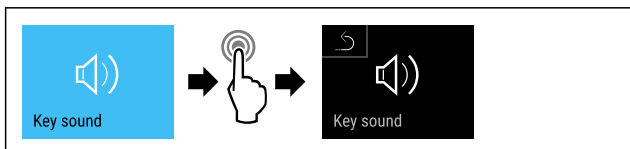

Fig. 95
- ▶ Suorita toimenpidevaiheet (katso Fig. 95).